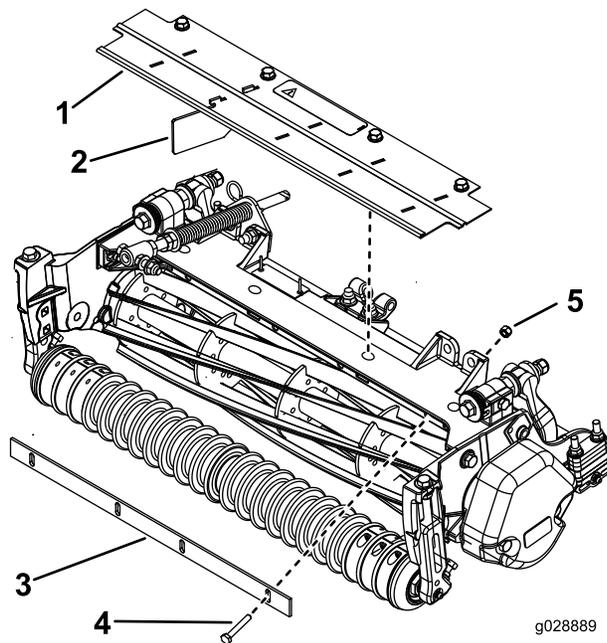

Figura 7
1. Montate senza fissare la barra di taglio sul telaio dell'apparato di taglio con 4 bulloni (1/4" x 1 3/4") e 4 dadi di bloccaggio (1/4"); fate riferimento alla Figura 7.
3. Serrate i bulloni e i dadi di bloccaggio (Figura 7).
1. Rimuovete i 4 bulloni a testa flangiata che fissano il carter dell'erba anteriore sul telaio dell'apparato di taglio (Figura 7). Rimuovete il carter dell'erba.
2. Rimuovete i 4 deflettori dal carter, lasciando soltanto 1 deflettore come mostrato in Figura 7.